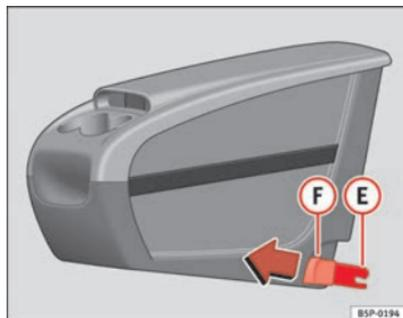
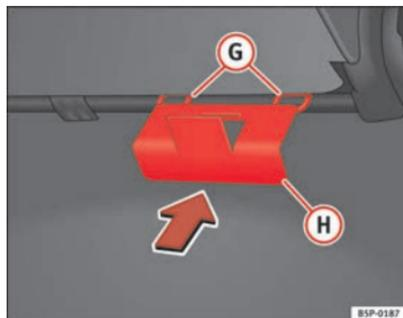

Fig. 112 Rangement mobile. Montage
Fig. 113 Plaque de fixation du rangement mobile
- Placez depuis l'intérieur du véhicule la plaque de fixation (H) ⇒ fig. 113 du rangement mobile par la partie arrière du dossier. Elle doit être située entre le dossier et le coussin, dans la zone de la place centrale.
- Mettez face à face les deux pièces de fixation (E) ⇒ fig. 112, avec les deux anneaux de fixation (G) ⇒ fig. 113 et appuyez fortement jusqu'à ce que les deux pinces s'enclipsent totalement dans les anneaux.
- Tirez sur chacun des boutons ⇒ fig. 112 (F) des pinces (boutons rouges) vers l'avant, jusqu'à entendre leur déclipsage.